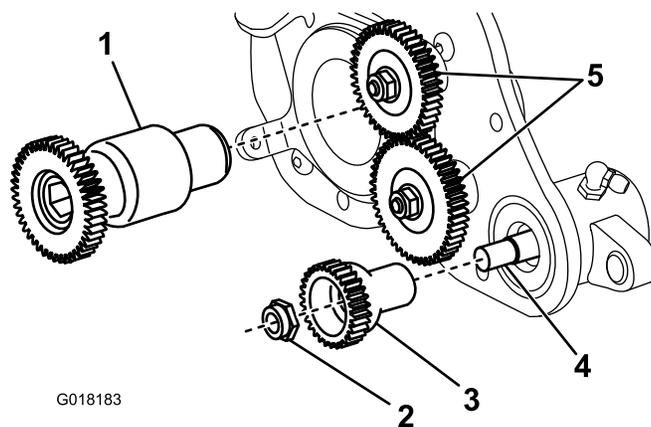

Figure 30
5. Retirez le contre-écrou à embase qui fixe le pignon mené à l'extrémité de l'arbre du groomer (Figure 30). Déposez le pignon.
6. Déposez le pignon menant du groomer de l'arbre du cylindre (Figure 30).